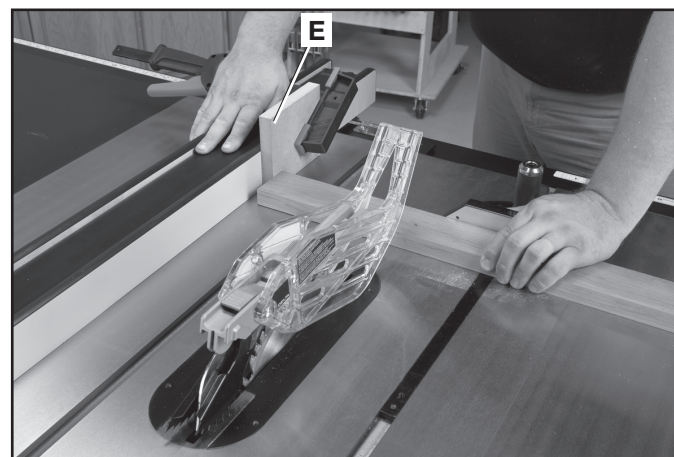

FIG. 60
Cuando corte transversalmente un número de piezas de la misma longitud, puede fijar un bloque de madera (E) a la guía y utilizarlo como un calibrador de corte (Fig. 60). El bloque (E) debe tener un espesor de al menos 19 mm (3/4 pulg) para evitar que la pieza cortada se trabe entre la hoja y la guía al retirarla de la hoja de la sierra. Es importante que este bloque de madera siempre esté ubicado delante de la hoja de la sierra como se muestra en la ilustración. Una vez determinada la longitud del corte, asegure la guía y utilice el calibrador de inglete para introducir el trabajo en el corte.